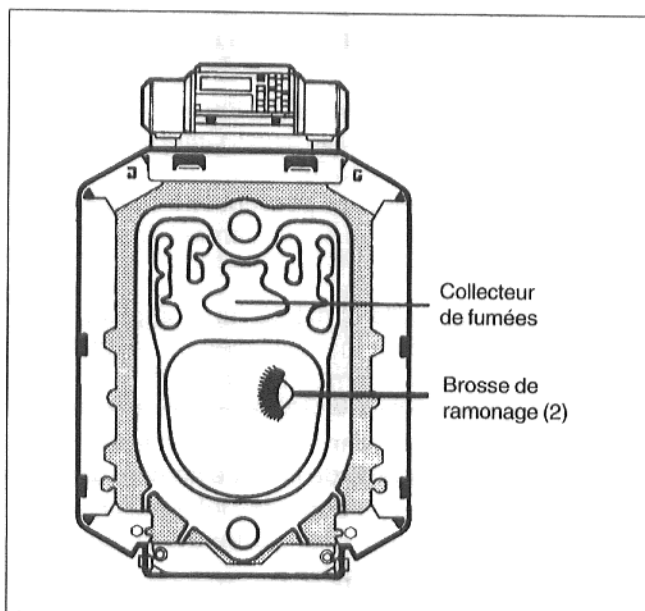

Fig. 40
- Avec la brosse de ramonage (2) (tige coudée), ramoner le collecteur de fumées et le foyer (Fig. 40). Pour le ramonage du collecteur de fumées, faire également tourner la brosse (2) entre les éléments, pour bien les nettoyer.